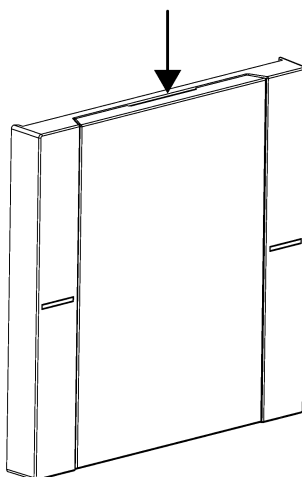

рисунок 9: Определение выемки на крышке поля для надписи на ощупь
- Пальцем нащупайте выемку на крышке поля для надписи (см. рисунок 9).